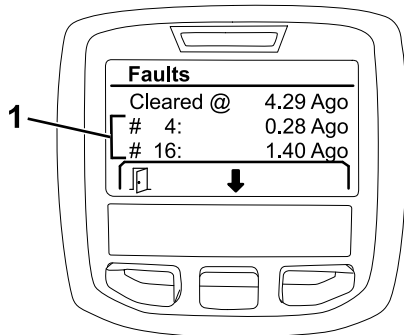

Figure 27
- Examinez les anomalies listées dans l'écran Anomalies (Figure 27).